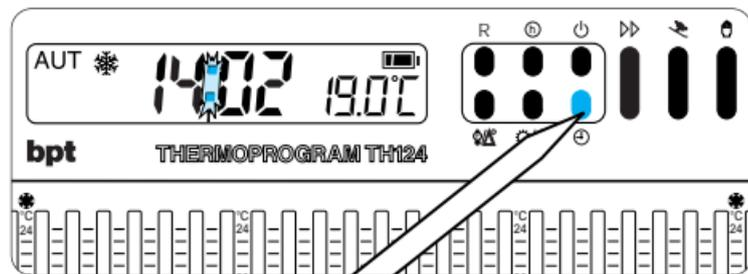

Fig. 19
5.5 - Premerere il pulsante ⊕ per terminare la procedura dell'impostazione (fig. 19).